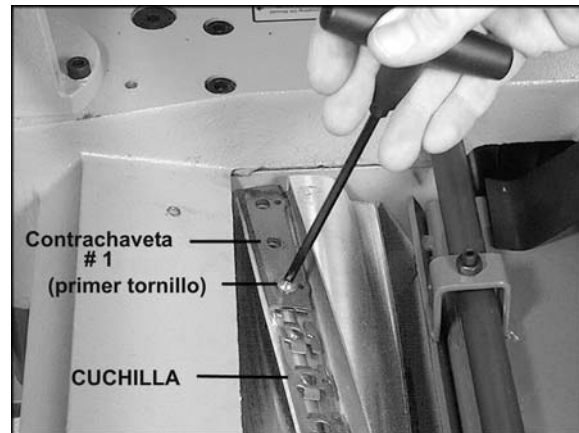

Figura 18 – Modelo 15S solamente
3. Retire los tornillos prisioneros con la llave allen de manija T como se muestra en la Figura 18, retirando una contrachaveta a la vez.
6. **IMPORTANTE:** A medida que procede con la instalación de la cuchilla, asegúrese que las alas en ambos extremos de cada orificio (vea la Figura 18) estén completamente insertadas en el canal de la cabeza de corte. La no observación de esta pauta, puede resultar en la rotura de la cuchilla durante la operación.